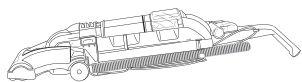

FIG. 21
Step 1: Lower handle to floor to change belt (FIG. 21).
Paso 1: Baje el mango hasta el suelo para cambiar la correa (FIG. 21).